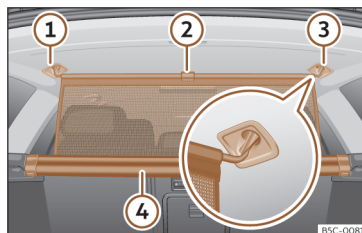

**Fig. 189** Na bagageira: fixar a rede de separação.
- Puxe a aba para acima >>> **Fig. 189** ② para tirar a rede da carcaça ④.
- Prender a rede de separação do lado esquerdo ou direito ③ (imagem ampliada).
- Prender a rede de separação no alojamento do outro lado ① puxando a barra.